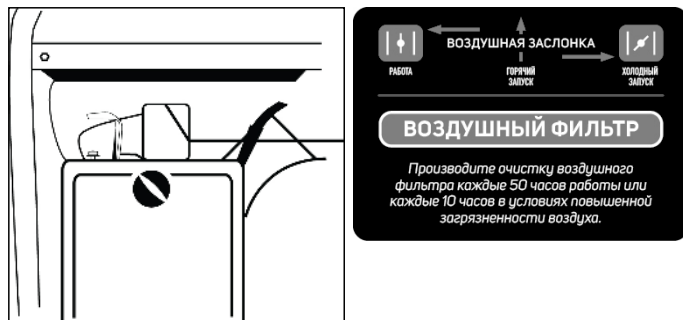

Рис. 21
- После запуска переведите рычаг заслонки в положение «РАБОТА» (Рис. 21).